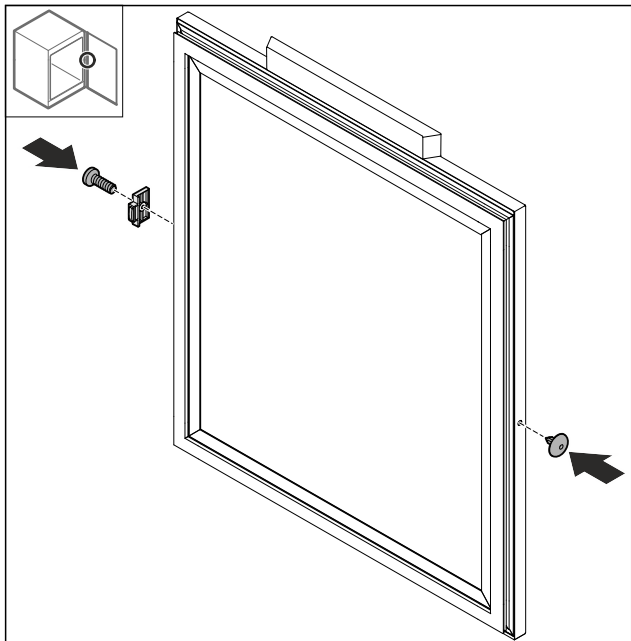

Fig. 70
- Поверніть дверний обмежувач Fig. 70 (1) на 180° і вставте його з протилежного боку.
- Установіть кожух Fig. 70 (2) із протилежного боку.